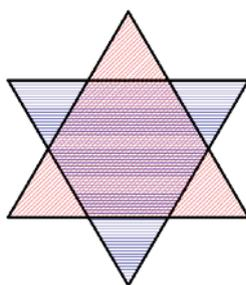

Рис. 2. Построение гексагона как результата пересечения двух множеств –
- 2) Посредством двух равносторонних треугольников (рис. 2):